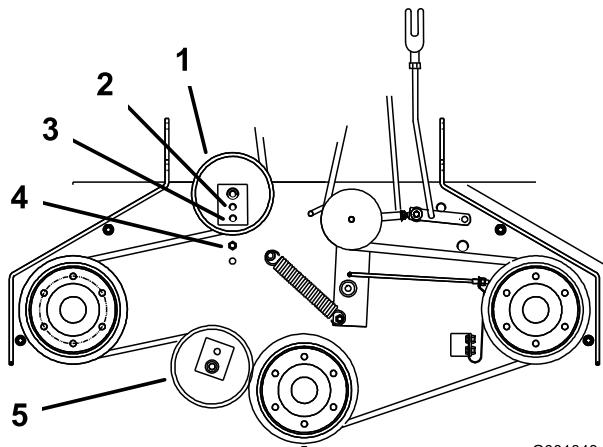

Figura 49
6. Si no es posible ajustar más el tensor y la correa todavía está floja, será necesario cambiar la polea tensora trasera al taladro central o delantero. Figura 49. Utilice el taladro que permita un ajuste correcto.
7. Cuando se cambia de posición la polea tensora, será necesario cambiar también la guía de la correa. Mueva la guía de la correa a la posición delantera (Figura 49).